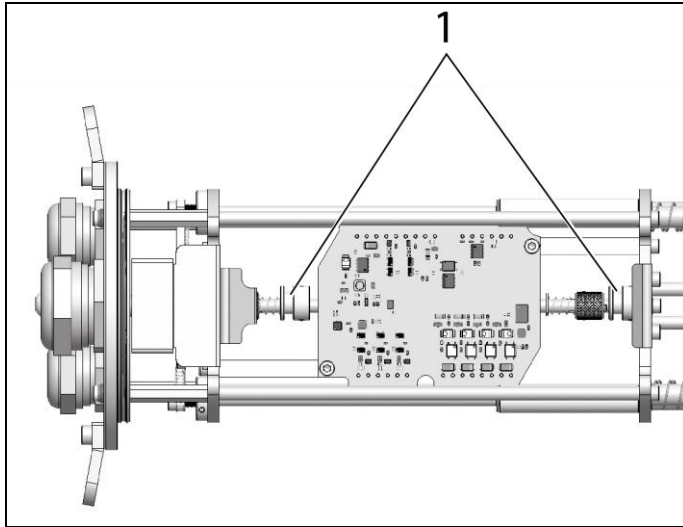
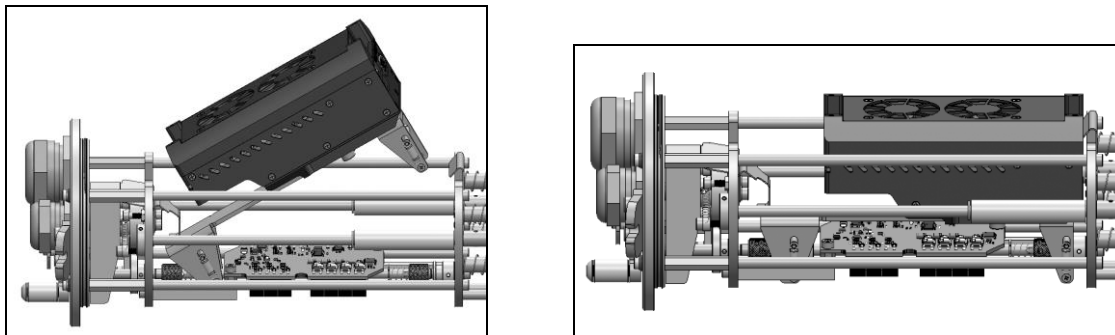

Abbildung 43: Nut zur Fixierung TIM NetBox (Ansicht von oben)
Abbildung 44 (a und b): Einbau der TIM NetBox (Ansicht von der rechten Seite)
Drücken Sie anschließend die Befestigungsschiene samt TIM NetBox zuerst in die linke Nut (1) der Welle und danach in die rechte Nut (1) (**Abbildung 43**), bis diese am Halterungsblech einrastet (**Abbildung 44**).